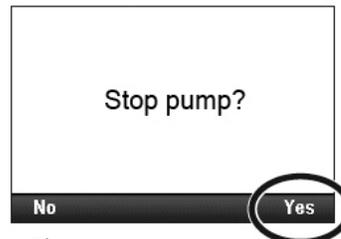

Figura 12:
2. Cuando aparezca el mensaje **¿Desea detener la bomba?**, presione la tecla debajo de **Sí**. Vea la figura 12.